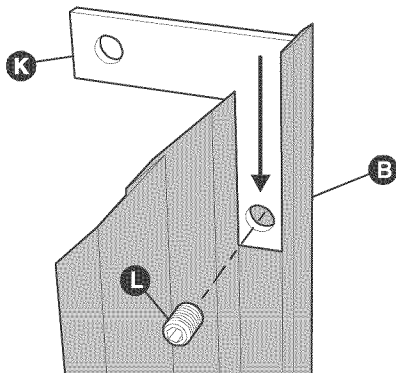

Figura 4
- Instale los soportes (K) en los extremos sesgados de cada moldura lateral (B y C). Fije con suavidad los soportes a la moldura lateral, apretando los tornillos de montaje (L) sólo hasta que queden firmes, para evitar que se forme un hoyuelo en la cara de la moldura. **NO APRIETE DEMASIADO.** Véase la figura 4.